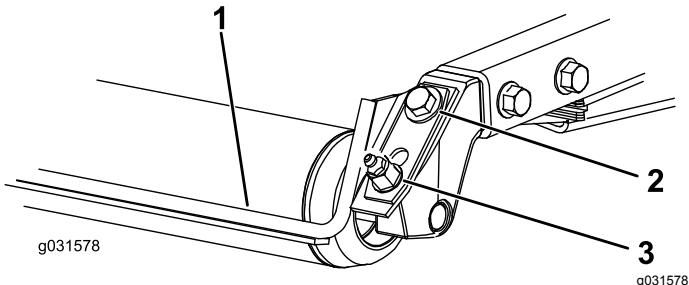

Bild 10
1. Lösen Sie die Schmiernippel und Befestigungsschraube (Bild 10).